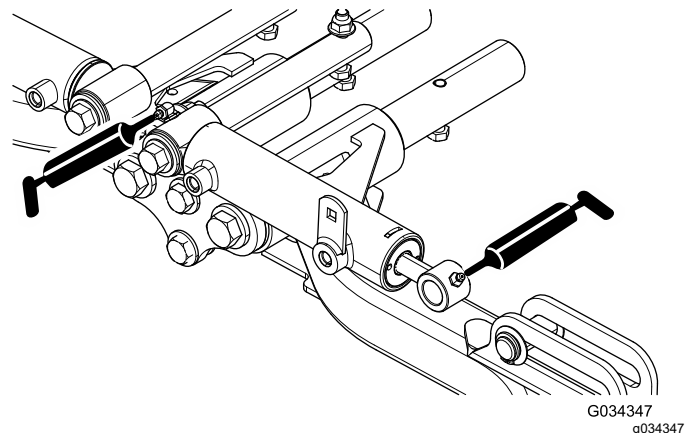

Figura 49
- Articulações do braço de elevação frontal e cilindros de elevação (3 cada); consulte Figura 49.